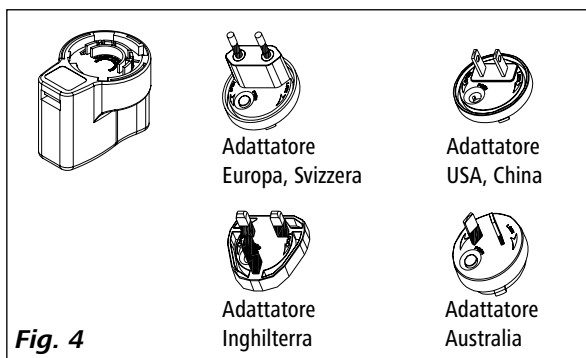

Fig. 4
- Alimentatore OS 1.0 (per **WiCo**) vedi Fig. 4